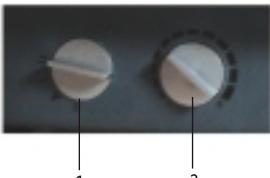

Рис. 5
Панель управления прибором, находится на боковой панели корпуса (см. рис. 5).
2. Выберете комфортный для Вас режим обогрева, установив переключатель мощности в одно из представленных положений (см. рис. 5).
При активации функции « Антизамерзание» если тепловентилятор включён он автоматически начинает обогрев при падении температуры до + 5 °C. Для активации данной функции ручку терmostата нужно перевести в положение «» (рис.5).